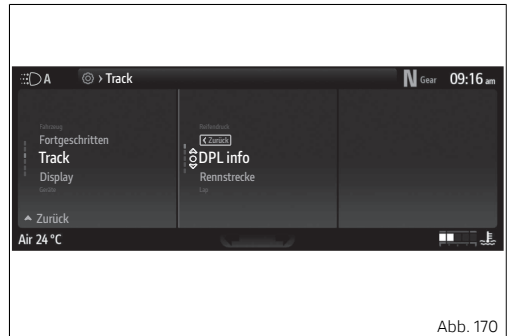

Abb. 170
- Die Angabe „DPL Info“ (Abb. 170 S.231) markieren, dann die Taste ○ drücken.